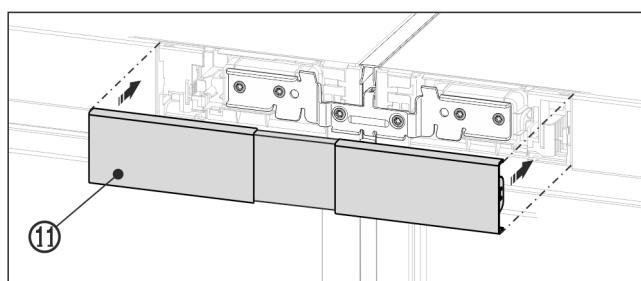

Fig. 19 Beispielhafte Darstellung
- Obere Abdeckung Fig. 19 (11) auf den noch offenen Zwischenraum der beiden Bedienteilblenden aufrasten. Darauf achten, dass die Außenseiten der Abdeckung bündig mit den Bedienteilblenden abschließen.